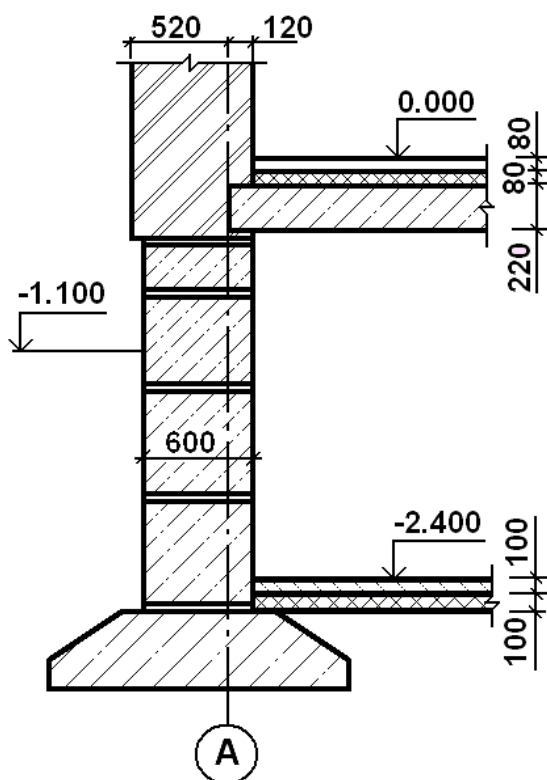

Рисунок 8 – Проектирование пола подвала
10. Показывается пол подвала и утепление пола подвала керамзитом толщиной 100 мм и шириной 1 метр по периметру наружных стен (рисунок 8).